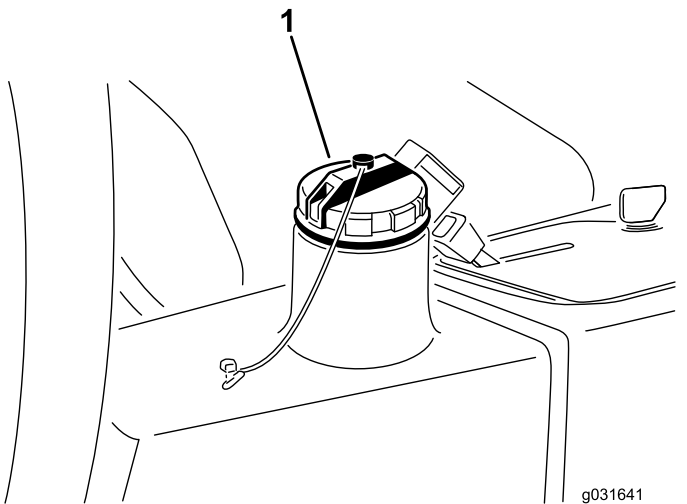

Figura 67
4. Llene el depósito (Figura 67) con aproximadamente 13,2 litros de fluido hidráulico; consulte Especificación del fluido hidráulico \(página 55\) y Comprobación del nivel de fluido hidráulico \(página 56\).